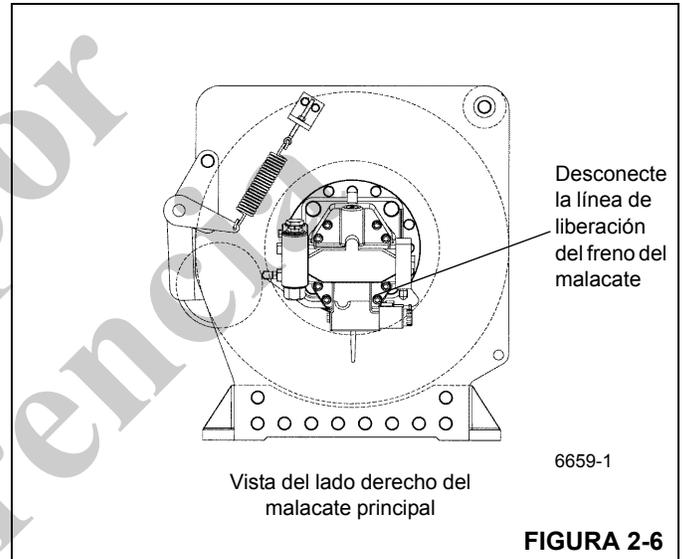

FIGURA 2-6
5. Desconecte y tape la manguera que conecta la válvula de control de sentido principal a la lumbrera "A" de la válvula de control del motor del malacate. Desconecte la línea de liberación del freno del malacate (Figura 2-6). Tapone el adaptador y la manguera.
2. Vuelva a conectar la línea de liberación del freno al malacate principal (Figura 2-6). Tapone el adaptador y la manguera.